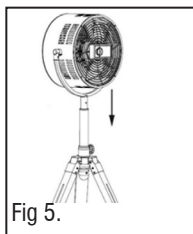

Fig 5.
3.2.2.2. Insérez le tuyau dans le haut du tuyau réglable en hauteur et alignez les trous du tuyau comme illustré à la Fig.5.